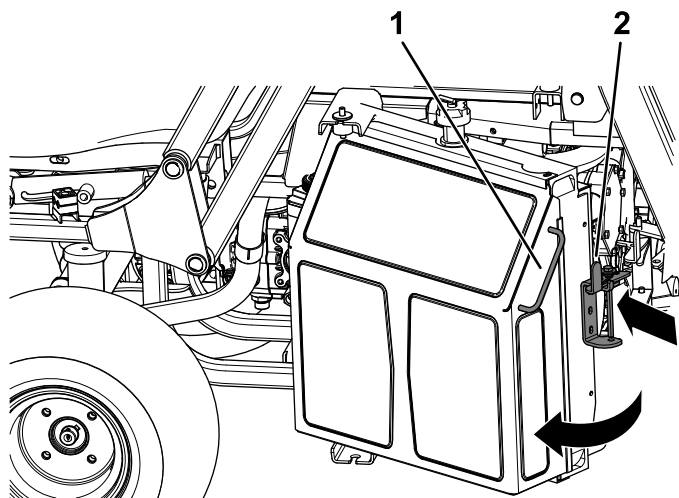

Figura 58
1. Spingete verso l'interno il fermo sul radiatore verso il radiatore (Figura 58).
2. Utilizzando la maniglia sul lato del radiatore, ruotate il radiatore per accedere al motore (Figura 58).